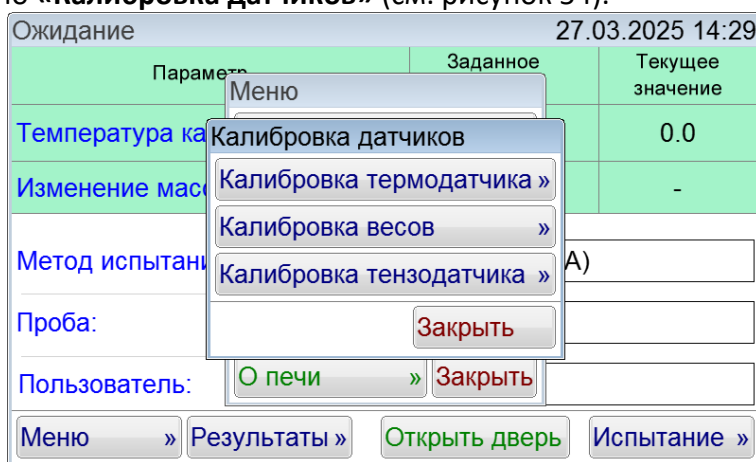

Рисунок 54 – Окно «Калибровка датчиков»
5.11.3 Откроется окно «Калибровка датчиков» (см. рисунок 54).